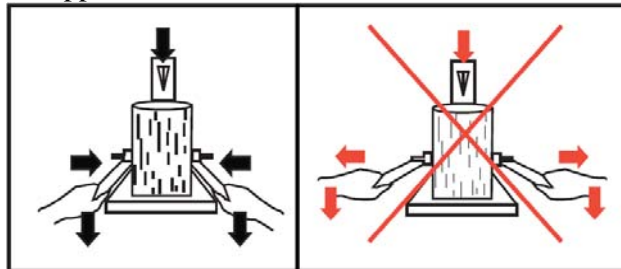

Fig.17 : c) Mantenere il ceppo con le braccia de sostegno
c) Mantenere el ceppo con le braccia de sostegno. (Fig.17) tenendo le leve di comando.